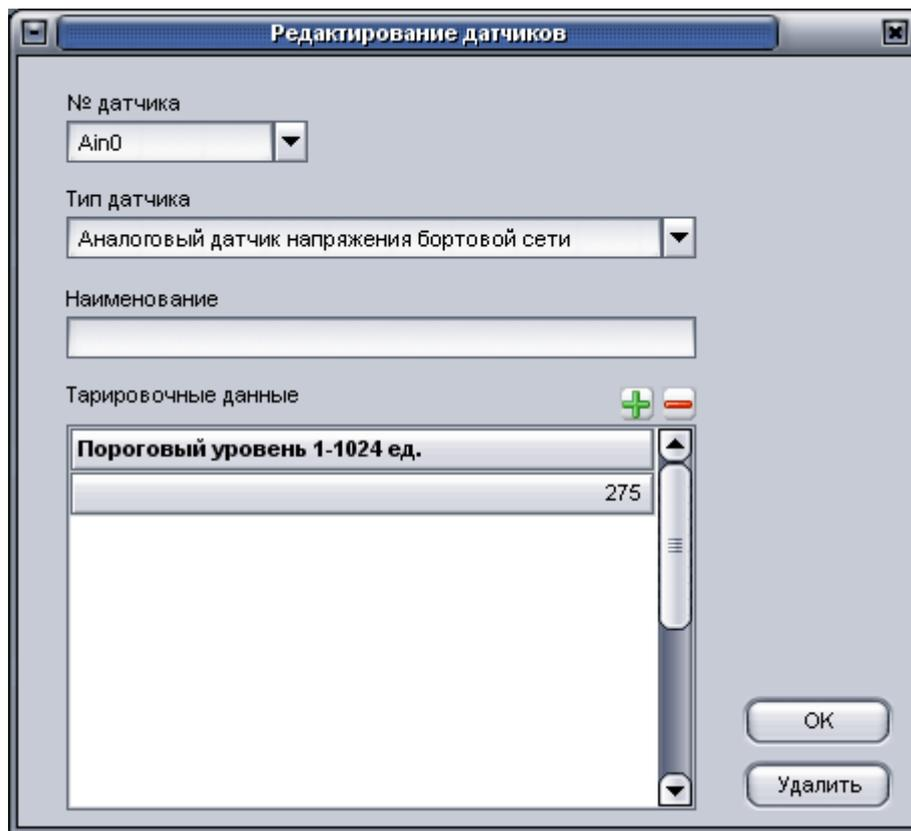

Рисунок 11
4.4.5. В окне «Редактирование датчиков», рисунок 11, укажите:
- в открывшемся окне «Свойства: папки», рисунок 11, перейдите на закладку «Безопасность»;